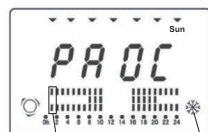

fig. 17
- Funcționare în modul „Anti-îngheț” Marți de la ora 0:00 până la ora 01:00 dimineață (fig.17)